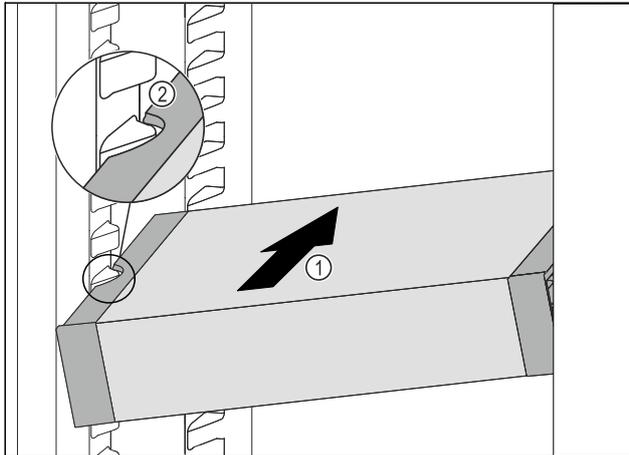

Fig. 80
- VarioSafe schräg in das Kühlteil einschieben Fig. 80 (1), bis sich die seitlichen Aussparungen Fig. 80 (2) des VarioSafes auf Höhe der Behälterrippe im Kühlteil befinden.